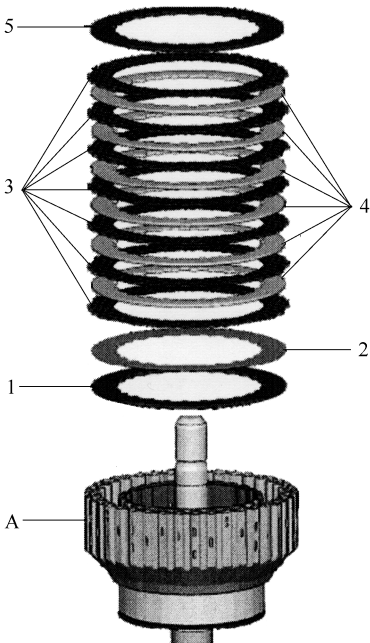

图 2-2-52 安装摩擦片组
(2) 如图 2-2-52 所示, 将与旧的调整摩擦片有相同厚度的新的下部调整摩擦片 1 装入输入轴油缸 A。
(3) 安装波形弹簧垫片 2, 波形弹簧垫片只是为了测量才安装在下面, 在装配时应重新安装在最上面部位。
(4) 交替地分别安装一个衬面摩擦片 3 (7 件) 和
(5) 最后将与旧的调整摩擦片有相同厚度的新的上部调整摩擦片 5 装入输入轴, 如图 2-2-52 所示。
1) 从输入轴油缸 A 中取出所有的调整摩擦片、摩擦片、外摩擦片和波形弹簧垫片 5、4、3、2 和 1，见图 2-2-52。